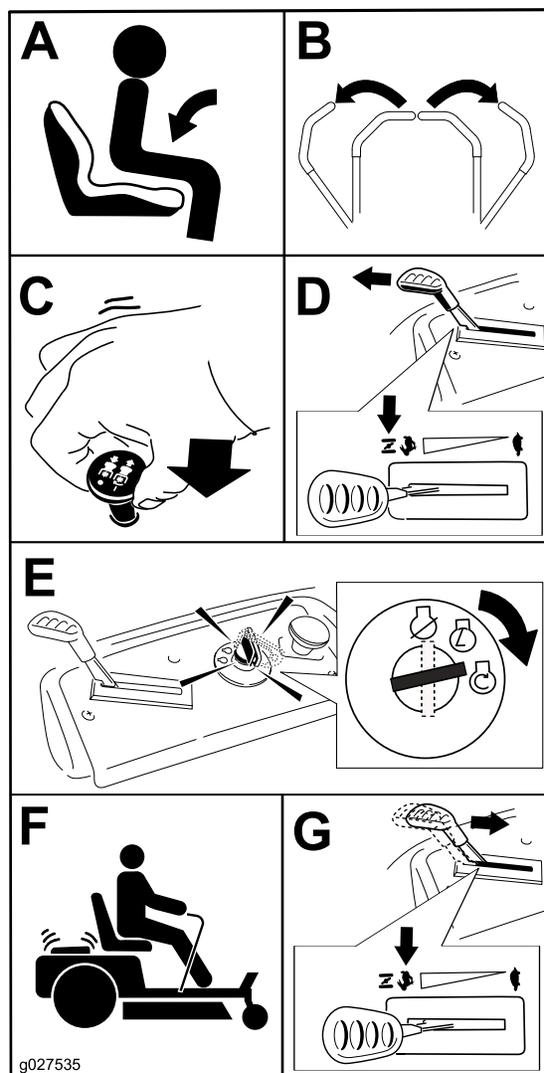

Figura 10
**Nota:** Pode ser necessário manter a alavanca contra a paragem, na posição de entrada de ar quando tenta ligar o motor (Figura 10).